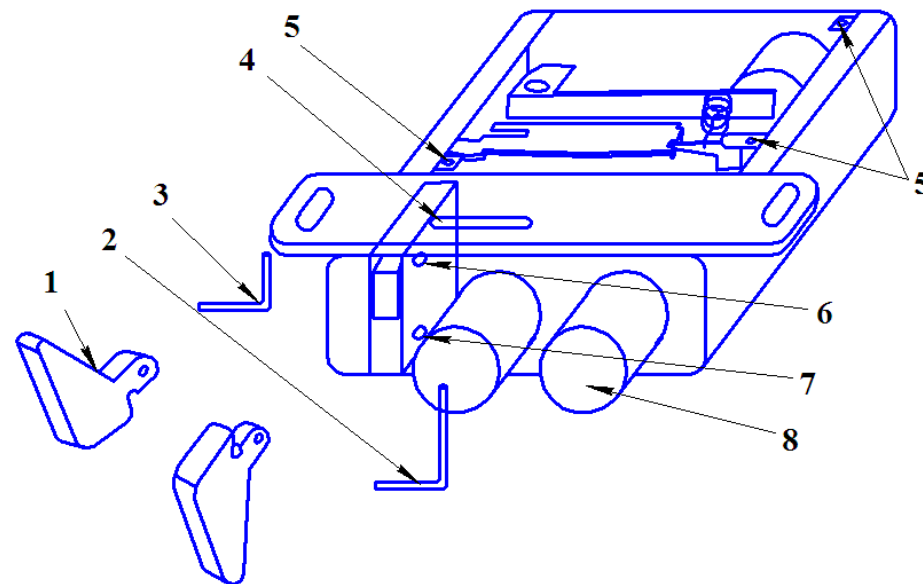

Рис.1
4.1. Электромеханический замок ПОЛИС 12 может быть установлена на двери, открывающиеся как внутрь, так и наружу. Изменение направления открывания достигается перестановкой следующих деталей: кулачка – 1, осей кулачка – 2,3 (Рис.1).